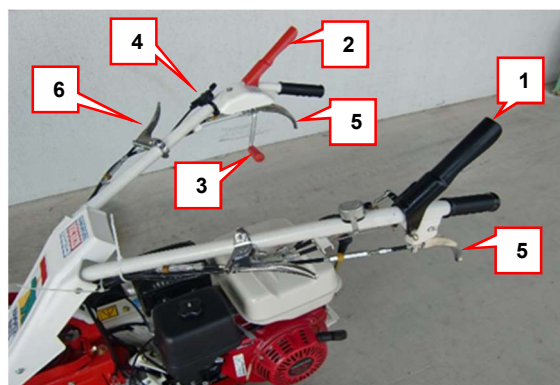

Figura 4
Per mettere in movimento la macchina, abbassare la leva nera (1, Figura 4) verso il manubrio e tenerla in quella posizione. Per arrestare la macchina, è sufficiente rilasciare la leva.
Per mettere in funzione il gruppo di taglio, abbassare la leva rossa (2, Figura 4) e successivamente tirare gradualmente verso l'alto la leva di tensione del rotore (3, Figura 4) fino a far scattare il meccanismo di blocco del sistema. Per arrestare il gruppo di taglio rilasciare la leva rossa (2, Figura 4)
Spostare verso sinistra la leva di comando dell'acceleratore (4, Figura 4) per aumentare il regime di rotazione del motore. Spostarla verso destra per ridurre il regime di rotazione. Lavorare sempre con il motore al massimo regime di rotazione.
Le leve delle frizioni di sterzo (5, Figura 4) servono per cambiare direzione alla macchina. Azionare la leva di destra per curvare a destra, quella di sinistra per curvare a sinistra. Per spostare la macchina a motore spento, azionare contemporaneamente entrambe le frizioni di sterzo (solo per modelli a ruote).
Premere la leva (6, Figura 4) per spostare il manubrio a destra o a sinistra.
Premere la leva (7, Figura 4) per variare l'angolazione del manubrio verso l'alto o verso il basso
- Lavorare sempre con il motore al massimo regime di rotazione. Abbassare completamente la leva della frizione lame (2, Figura 4) quindi sollevare gradualmente la leva di tensione del rotore (3, Figura 4) fino all'innesto del meccanismo di blocco.